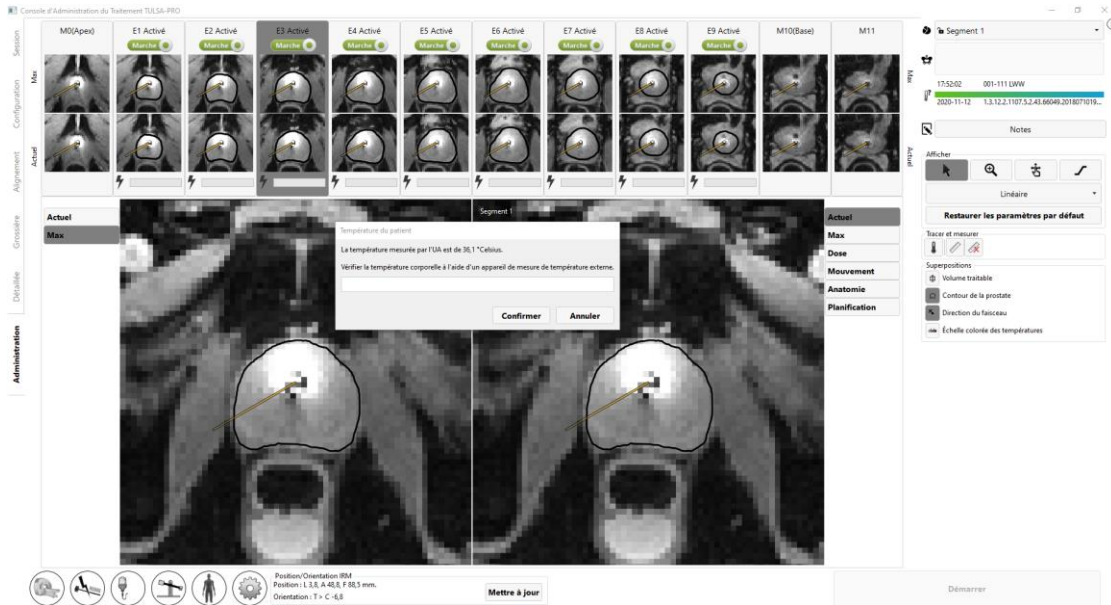
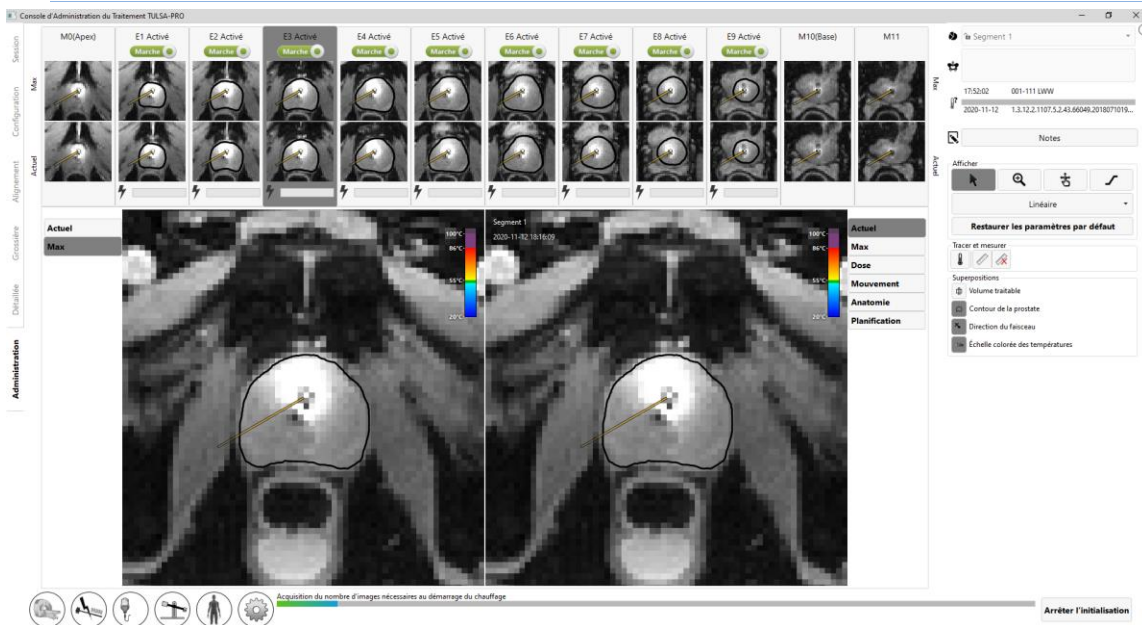

Figure 60 : L'utilisateur doit saisir la température corporelle centrale du patient avant de procéder à l'administration.
Figure 61 : État d'initialisation du traitement
3. **Radiologue** : cliquer sur **Démarrer le traitement** sur la TDC. Il convient de vérifier la température corporelle centrale à l'aide d'un appareil de mesure de la température externe avant de continuer (Figure 60). Entrer la température en degrés Celsius et cliquer sur **Confirmer**. La TDC passe alors à l'état **Initialisation du traitement** et est prête à recevoir les images thermométriques (Figure 61).